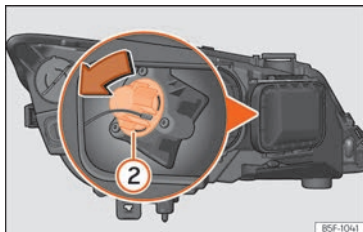

Fig. 110 Lámpara de luz intermitente.
- Gire el portalámparas »» **fig. 110** (2) a la izquierda y tire.